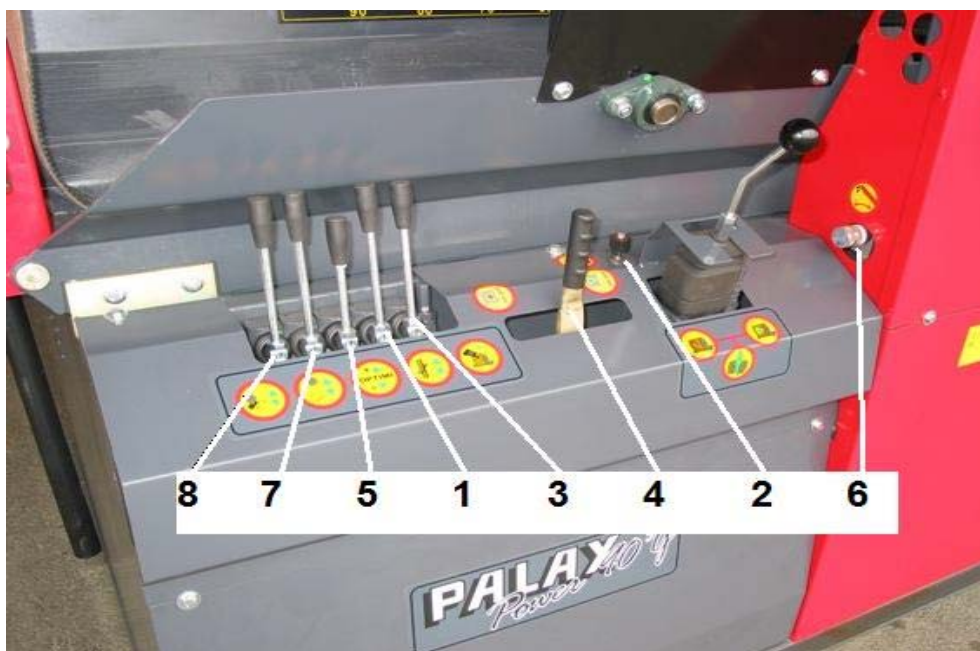

Bild 11
### 4.3 Övriga hydrauliska manöverorgan, bild 11
- Om kubben av någon anledning hamnar i ett upprätt läge efter kapningen, är det möjligt att hindra klyvningen genom att trycka tvångsstyrningsspaken för klyvning (bild 11, spak 4) till vänster samtidigt som man lyfter kapklingen upp. Då reser sig kapklingen normalt men klyvningen startar inte.